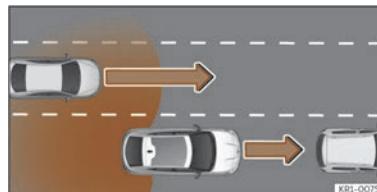

Fig. 153 Depășire cu trafic în spatele autovehiculului.
- Dacă autovehiculul este depășit de un altul >>> **fig. 153**.